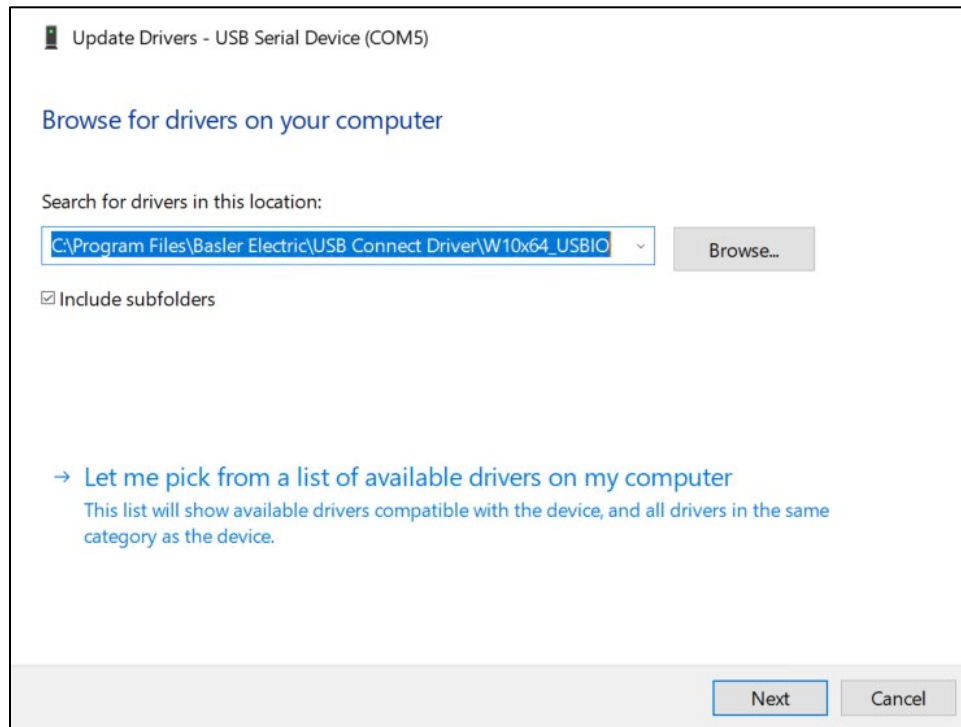

Figura 62-7. Actualizar controladores
- Paso 6. Haga clic en Examinar y navegue hasta C:\Program Files\Basler Electric\USB Device Drivers\W10x64_USBIO. Si el valor del Paso 3 contenido **MI_02**, seleccione W10x62_USBCOM en su lugar. Haga clic en Siguiente. Consulte la Figura 62-7.